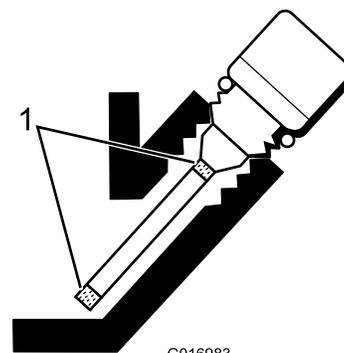

Рисунок 24
5. Если уровень низкий, добавьте ровно столько масла, чтобы поднять уровень до области между метками на щупе (Рисунок 24). Не допускайте переполнения.